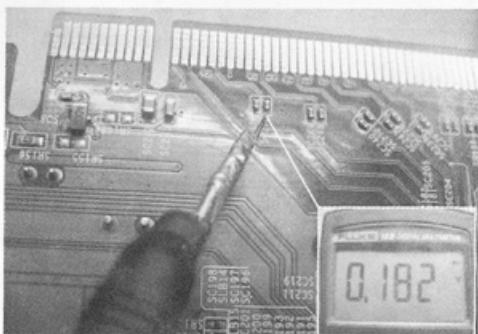

图 5-35 阻值正常了
(9) 二极体值无穷大，表示有断路，检查线路没有断线，那就只可能是 GPU 损坏或空焊，或者 PCB 过孔不通，不管是哪种原因，都要先加焊 GPU。果然，加焊完 GPU 后阻值就正常了，如图 5-35 所示。